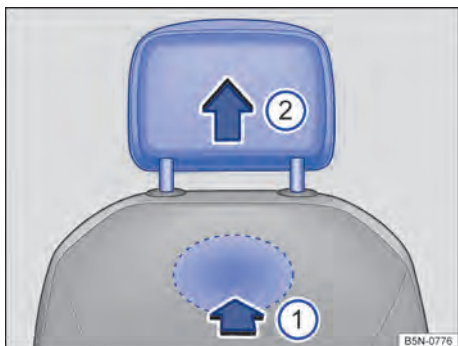

Fig. 90 Desinstalar o apoio para cabeça dianteiro.
- Para destravar, tatear na cavidade parte de trás, na área marcada e pressionar para dentro no sentido da seta → Fig. 90 ①.
- Retirar o apoio para cabeça ② no sentido da seta.